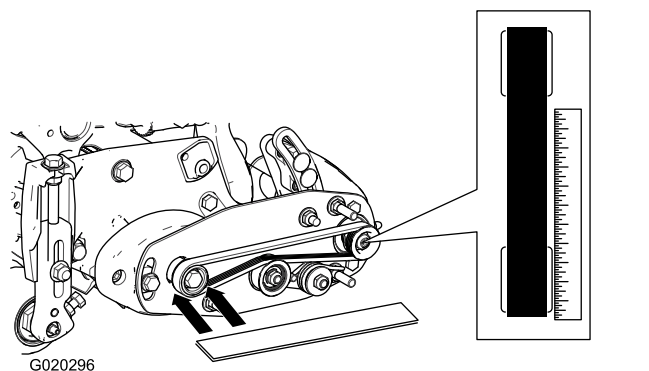

Figura 25
1. Coloque una regla contra la cara exterior de la polea motriz (Figura 25).